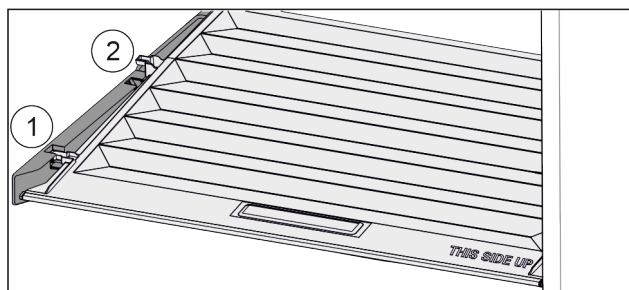

Fig. 142
- ▶ Træk dækslet fremad til åbning i holdedelene Fig. 142 (1).
- ▶ Løft nedefra og bevæg det opad og ud Fig. 142 (2).